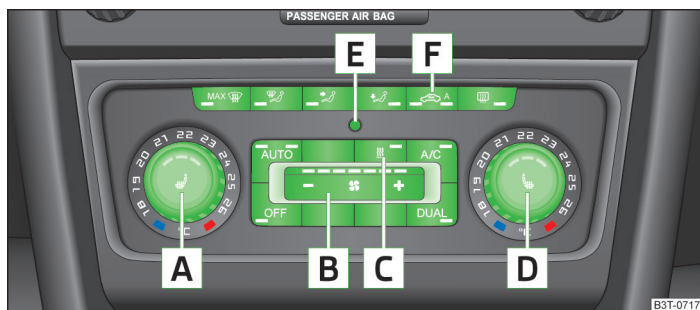

Fig. 108 Climatronic: elementos de manejo
Funciones de los elementos de manejo individuales » fig. 108:
- » Pulsar la tecla **AUTO** » fig. 108 de la página 112.
➤ Girar el regulador giratorio **A** ➤ fig. 108 de la página 112 hacia la izquierda o la derecha para reducir o aumentar la temperatura.
➤ Girar el regulador giratorio **D** ➤ fig. 108 de la página 112 hacia la izquierda o la derecha para reducir o aumentar la temperatura.